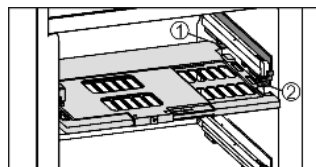

Fig. 11
- ▶ Sæt fugtreguleringspjældet i. Pladens lågskinner føres nedefra ind i den bageste holder Fig. 11 (1) og ind i holderen Fig. 11 (2) foran.